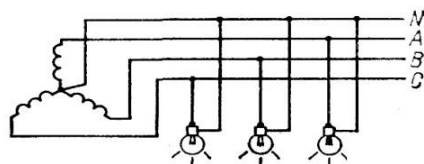

Рис. 11-5.
3. К генератору с обмотками статора, соединенными по представленной на рис.11-5 схеме, присоединены три одинаковые лампы с сопротивлениями по 153 Ом. Линейное напряжение 220 В. Определить напряжение и ток каждой лампы.